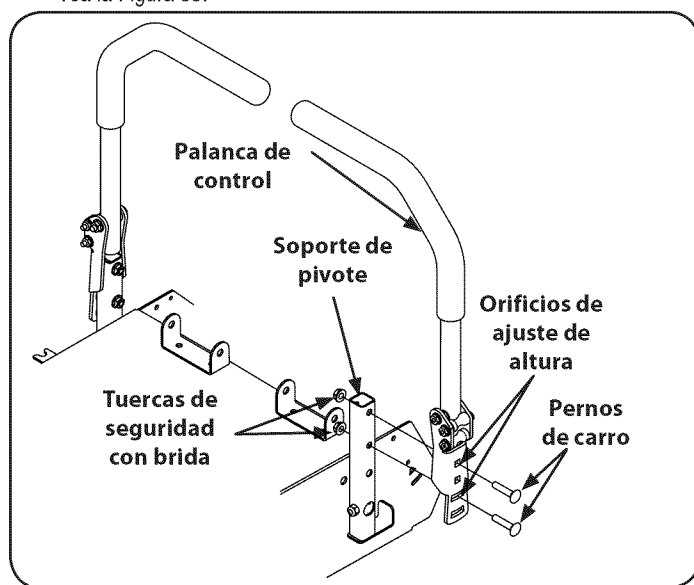

Figura 33
1. Retire las tuercas de los pernos de montaje de las palancas de control. Vea la Figura 33.